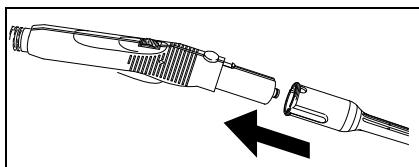

Fig. 6
- Kople det nødvendige tilbehøret (D1, E1, F1) til dampstolen (C1). Den åpne enden på tilbehøret stikkes inn på dampstolen (C1) og skyves så langt inn på dampstolen at åpneknappen (C2) på dampstolen går i inngrep (se fig. 6).